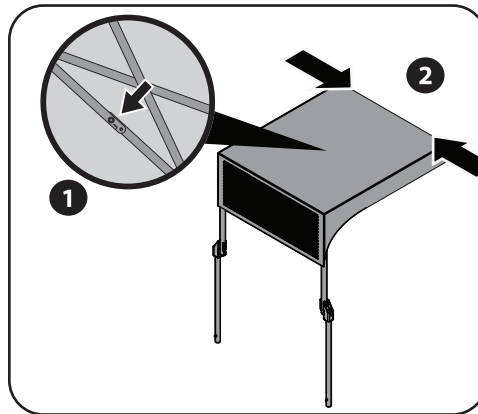

Figure 4-3
1. Débloquez le mécanisme sur la face inférieure du pare-soleil. Appuyez horizontalement sur les côtés du pare-soleil pour le replier, comme indiqué à la Figure 4-3.